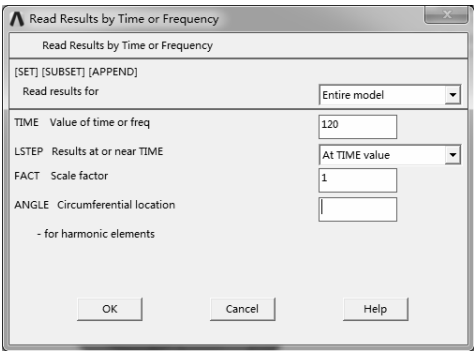

图 9-128 “Read Results by Time or Frequency” 对话框
5) 选择 “Main Menu>General Postproc>Read Results>By Time/Freq” 命令，弹出 “Read Results by Time or Frequency” 对话框，在 “Value of time or freq” 文本框中输入 120，单击 “OK” 按钮，读取 120s 时的结果，如图 9-128 所示。